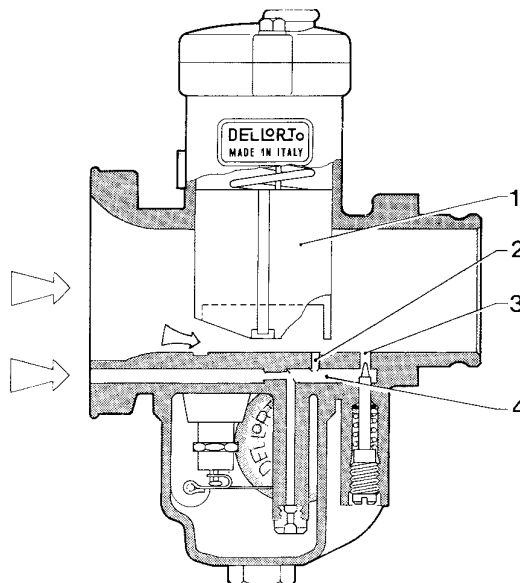

Fig. 16
Come precedentemente visto, dal foro minimo (3) di fig. 16 esce solo la quantità di carburante necessaria per il funzionamento del motore al minimo ed il circuito del massimo non eroga ancora combustibile in quanto la depressione esistente a monte della valvola gas non è sufficiente ad attivarlo.
As described above, from the idling hole (3) of figure 16 flows only the fuel quantity necessary to the idling engine and the full-power circuit at this time does not deliver the fuel since the vacuum down stream of the throttle valve is not sufficient to activate it.